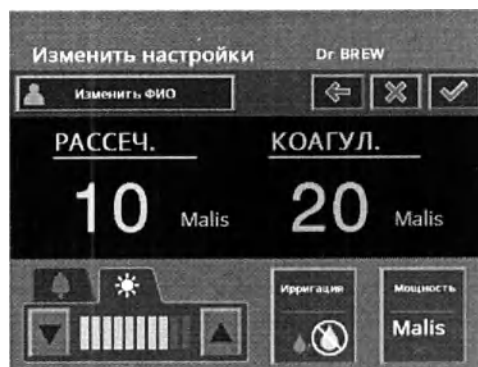

Рисунок 16. Экран «Изменить настройки»
4. Введите с клавиатуры имя пользователя. Кнопка *стирания назад* удаляет последний введенный символ. Нажмите кнопку *сохранения*, чтобы сохранить имя пользователя и вывести на дисплей экран «Изменить настройки» (рисунок 16).